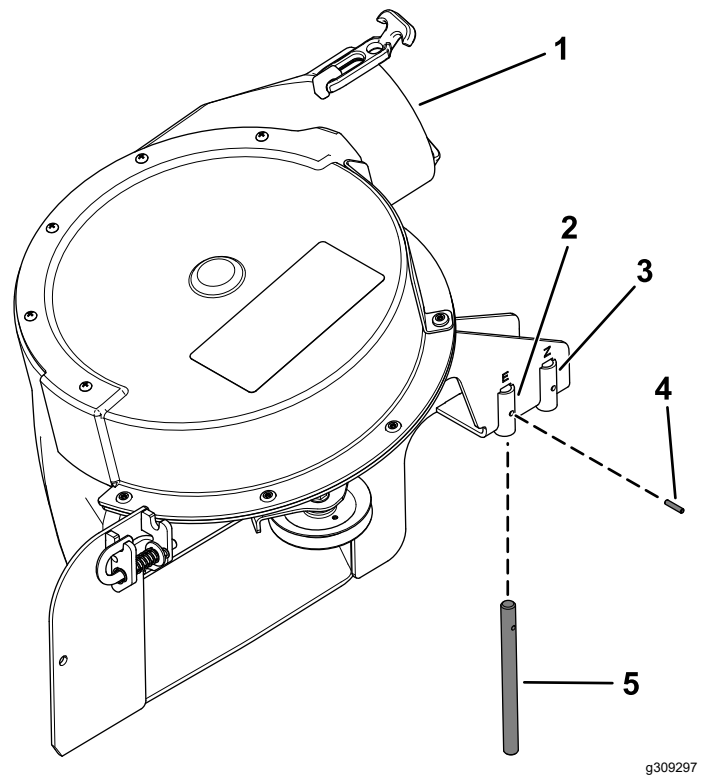

Bild 40
Stellen Sie sicher, dass der Lagerbolzen am Gebläse an der richtigen Stelle ist (Bild 40).
- Setzen Sie den Lagerbolzen an 122-cm- oder 132-cm-Mähwerken in das vordere Loch ein (Bild 40).
- Setzen Sie den Lagerbolzen an 152-cm-Mähwerken in das hintere Loch ein (Bild 40).